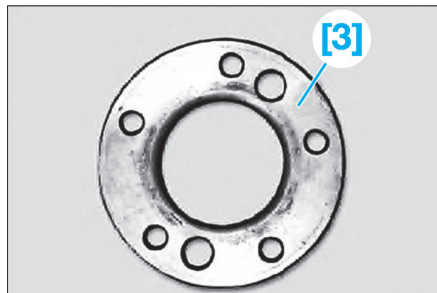

Fig. 11
- [3]. Rondelle d'écartement (ref : 33 2 160) (Fig.11).
- Pour éviter d'endommager le pare-poussière après la dépose du disque de frein, utiliser l'outil [3] pour chasser et emmancher le demi-arbre de roue (Fig.11). Le bord intérieur courbé de l'outil [3] doit être orienté vers le moyeu.